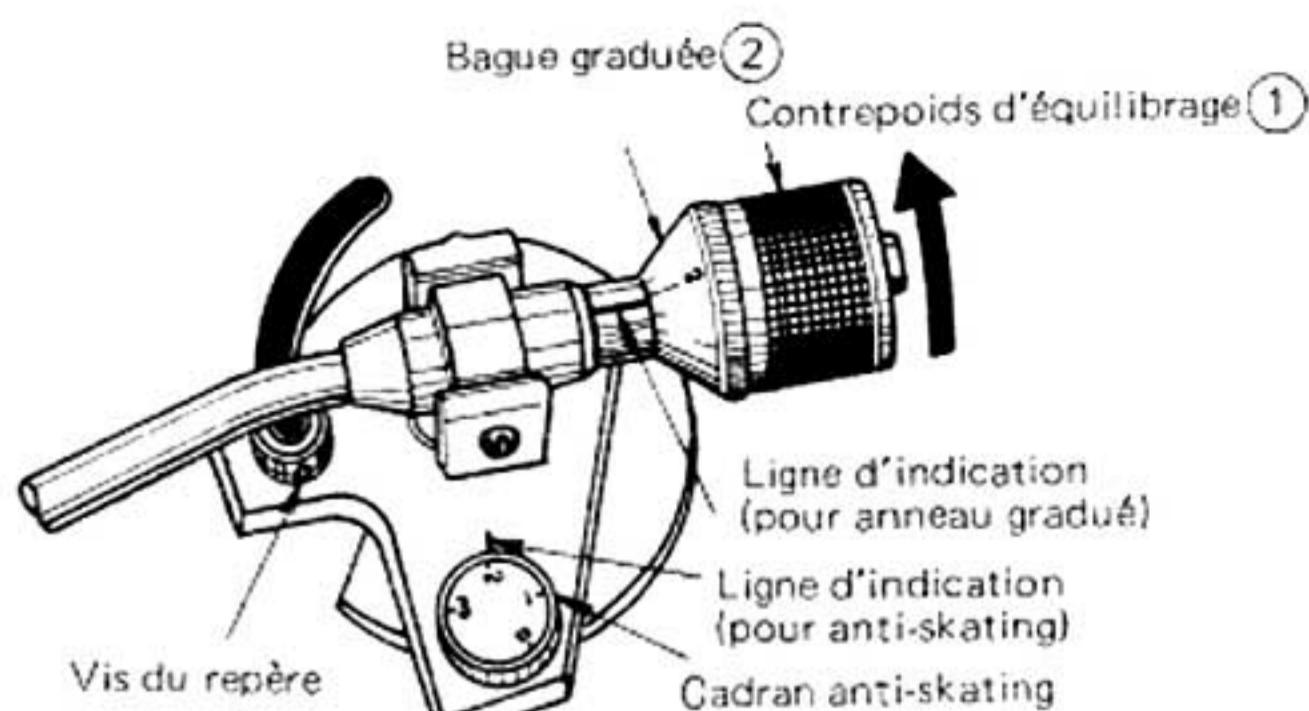

Fig. 11
- (1) Tourner le contrepoids équilibrage ① jusqu'à ce que le bras de lecture soit parfaitement équilibré.
- (2) Une fois le bras de lecture équilibré, tourner la bague noire graduée ② jusqu'à ce que le "0" de la bague vienne en regard de la ligne de repérage. Le bras de lecture est alors réglé sur zéro gramme de force d'appui.
- (3) Tourner le contrepoids équilibrage ① assez lentement jusqu'à ce que la ligne de repérage vienne se mettre en regard de la force d'appui préconisée. La pointe de lecture peut être réglée pour une force d'appui optimum. (Fig. 11)
Ajuster l'échelle de l'anti-skating avec la ligne de repérage en fonction de la force d'appui de la pointe de lecture de la cellule phonolectrice utilisée. (Fig. 11)
Pour ajuster la hauteur de la pointe de lecture à l'aide du repère, desserrer la vis du repère Fig. 11. Ajuster la hauteur du repère de telle sorte que la distance entre la pointe de lecture et le disque se situe entre 4 et 7mm quand un disque est placé sur le plateau;